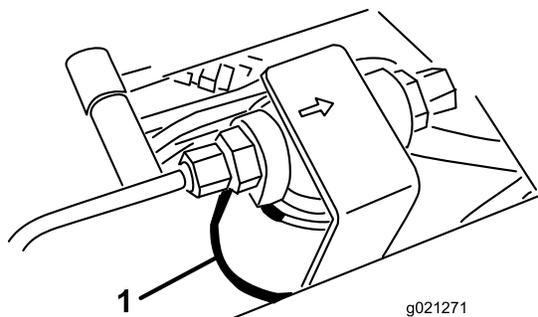
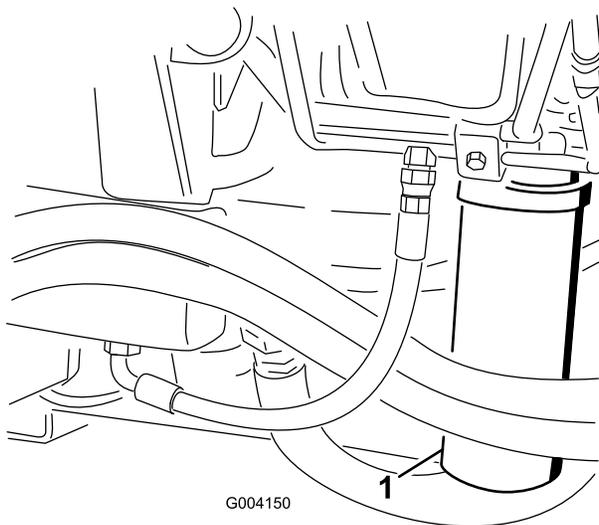

Figure 65
Figure 66
2. Nettoyez la surface autour de la zone de montage du filtre et placez un bac de vidange sous le filtre (Figure 65) et (Figure 66).